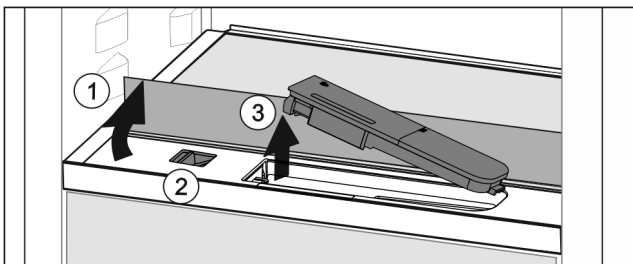

Fig. 164
- ▶ Nosta lasilevyä ja käännä se taaksepäin vasteeseen saakka Fig. 164 (1).
- ▶ Siirrä säädintä Fig. 164 (2) vasemmalle.
- ▶ Poista vesisäiliö Fig. 164 (3).